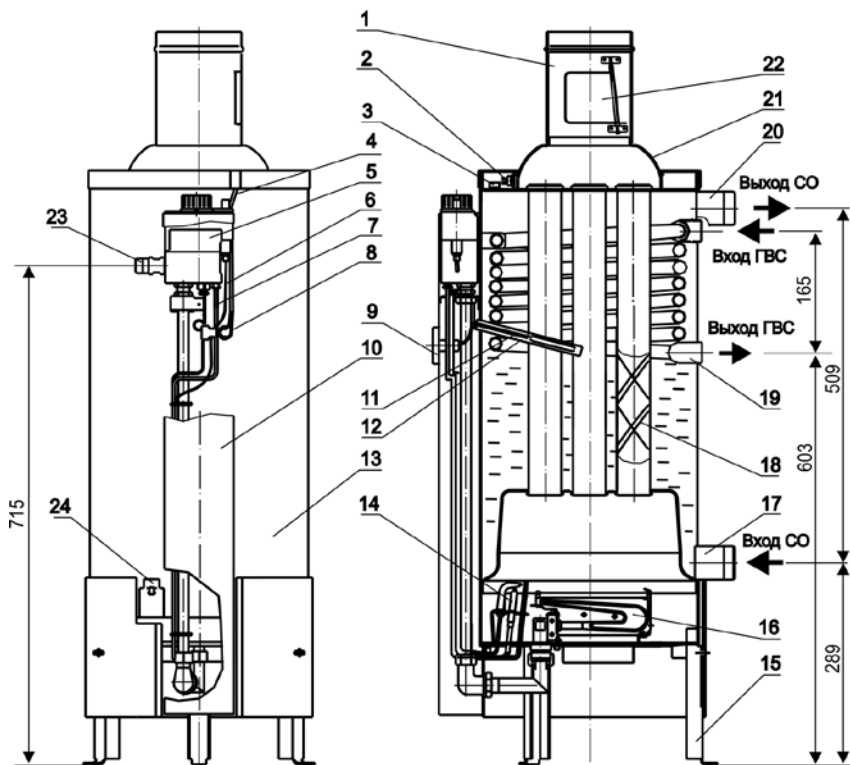

Рис. 1 Аппарат комбинированный (отопительный) газовый бытовой Комфорт
4.2. Блок автоматики 5 (Рис.1) 630 EUROSIT (Италия) представляет собой электромеханическое устройство и служит для подачи газа к запальнику и горелке, пьезорозжига, регулирования температуры воды и автоматического отключения подачи газа при:
4.3. Тягопрерыватель 1 (Рис.1) предназначен для автоматической стабилизации величины разрежения в топке аппарата, т.е. уменьшения влияния колебания величины разрежения в дымоходе на тягу в топке аппарата. Для успешной работы дверца тягопрерывателя 22 (Рис.1) должна легко вращаться на оси.
4.5. Автоматика по тяге и перегреву состоит из датчика тяги 2 (Рис.1) (терморегулятор ТК-24), установленного на крышке бака, защитного термостата 3 (Рис.1) и проводов 4 (Рис.1), соединяющих датчик тяги и защитный термостат с блоком автоматики 5 (Рис.1).
Защитный термостат 3 (Рис.1) обеспечивает аварийное отключение подачи газа при нагреве воды в баке до температуры $93^{\circ}\text{C} \pm 100^{\circ}\text{C}$. После остывания воды в баке до температуры $60^{\circ}\text{C} \pm 70^{\circ}\text{C}$ защитный термостат автоматически включается и аппарат готов к новому включению.
5.9. Во избежание самопроизвольного срабатывания датчика тяги кожух 21 (Рис. 1) не должен касаться кронштейна датчика тяги.
6.8. Установите аппарат вертикально, и проверьте вертикаль по уровню. Установите зеркало 24 (Рис.1) в нижней части бака.
6.9. Установите на аппарат тягопрерыватель 1 (Рис.1), обеспечив его строго вертикальное положение. Конец дверцы тягопрерывателя 22 (Рис.1) не должен выступать наружу и должен отклоняться от номинального положения внутрь тягопрерывателя не более чем на 1 - 2 мм. Дверца тягопрерывателя должна легко вращаться на оси.
Кожух 21 (Рис.1) не должен касаться кронштейна датчика тяги 2 (Рис.1).